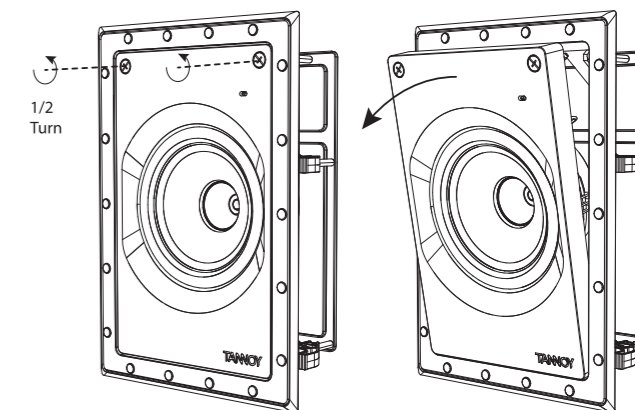

Fig. 4. Removing the Loudspeaker Assembly from the Frame
1. Zestaw przegrody głośnika jest wysłany wewnątrz ramy i należy go zdemontować w następujący sposób: Odkręć dwie śruby mniej niż pół obrotu, a następnie odchyl zestaw z ramy (rys. 4). Przechowuj go w bezpiecznym, suchym miejscu, aż będzie gotowy do zainstalowania.